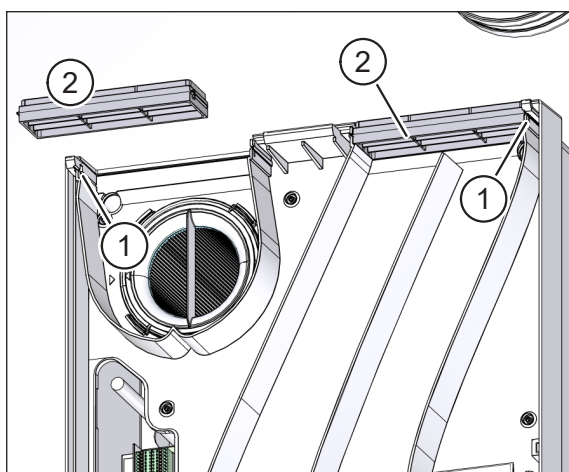

Fig. 38: Demontarea grilelor de aer
- ▶ Împingeți cu grijă cele două clapete (elementul 1 în Fig. 38) în exterior și trageți cele două grile de aer (elementul 2 în Fig. 38) în față și în exterior.
- ▶ Îndepărtați grilele de aer (a se vedea descrierea și Fig. 38 în secțiunea 11.6.3 la pagina 36).